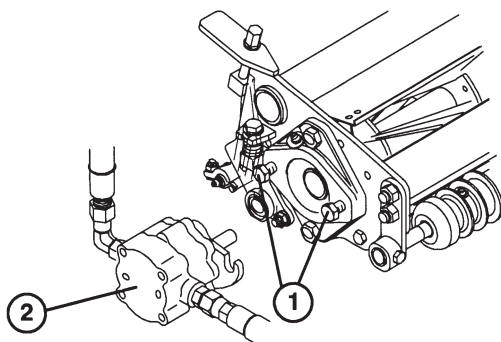

Figure 7
7. Installez les vis d'assemblage du moteur d'entraînement des cylindres sur chaque plateau de coupe. Laissez dépasser environ 1,2 cm du filetage de chaque goujon de montage (Fig. 7).
10. Lubrifiez l'arbre cannelé de chaque moteur avec de la graisse propre, puis montez le moteur en le tournant dans le sens horaire de sorte que les brides dépassent les goujons. Tournez le moteur dans le sens anti-horaire jusqu'à ce que les brides encerclent les goujons, puis serrez les vis d'assemblage (Fig. 7).